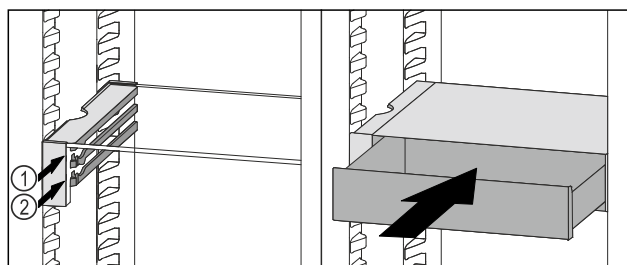

Fig. 121
- ▶ Sæt VarioSafe-skuffen ind bag stoppene på den ønskede ribbe Fig. 121 (1) eller Fig. 121 (2).